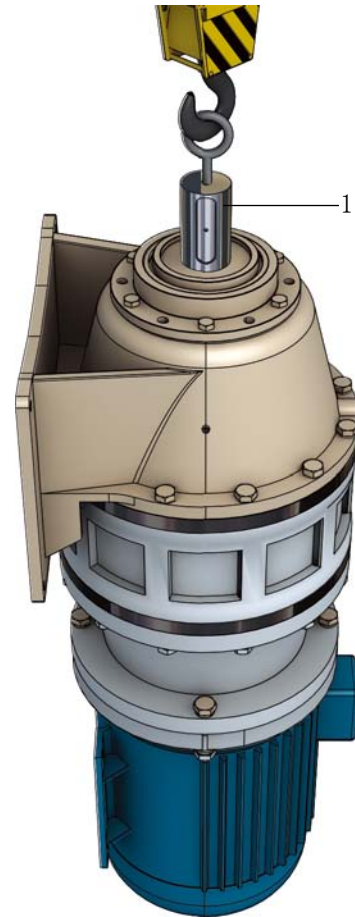

图 1.3-7
- c) 用吊环拧入减速机的输出轴并朝上吊起放下，拆下输出轴的轴承盖板、取下轴承上的卡簧，拆下减速机的所有螺丝（图 1.3-7）；